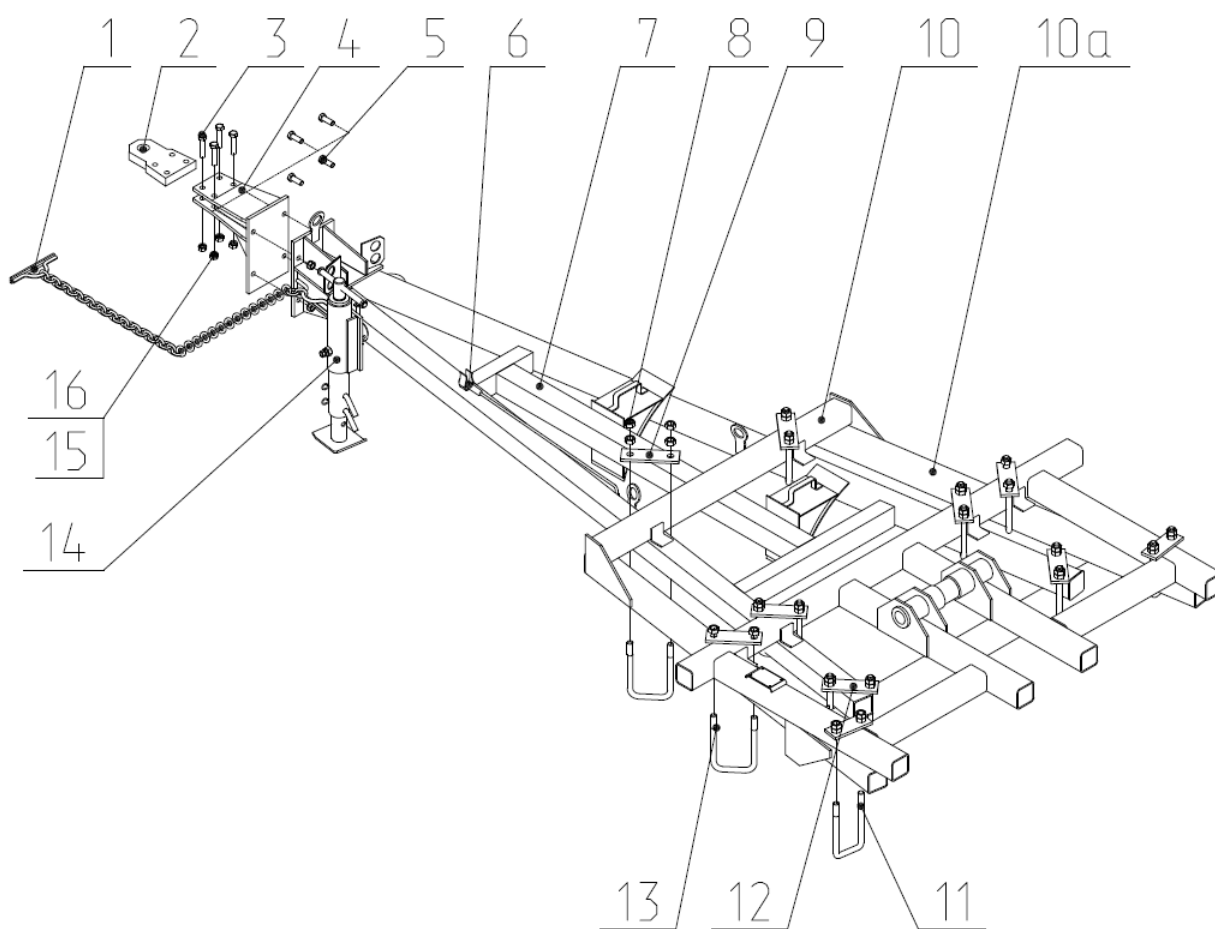

Рис.4 Закрепление сницы на центральной секции.
2.9 Сница (Рис.4) предназначена для присоединения прицепного культиватора к трактору и состоит из самой сницы поз.7, жестко закрепленной центральной секции культиватора поз.10а скобами 11, 13 и планками 9, 12, который в свою очередь крепится к передней балке и трубам средней секции культиватора скобами 11, 13 и планками 9, 12. Для исключения продольного смещения на снице и удлинителе приварены упоры. К кронштейну сницы с помощью болтов закреплен кронштейн 4 с прицепной серьгой 2. На снице закреплена страховая цепь 1, транспортная опора 14 и чистик 6.